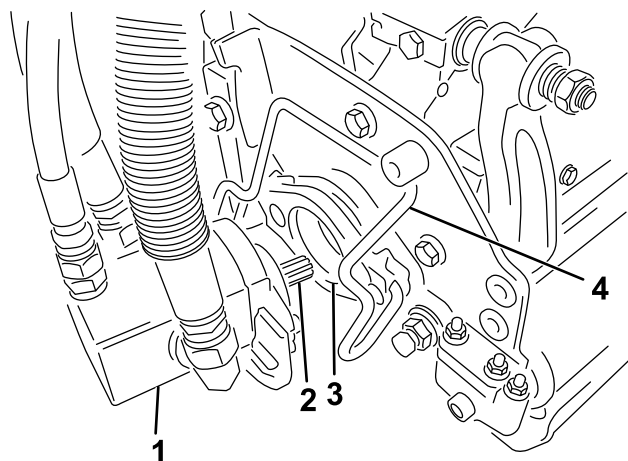

図 35
5. カッティングユニット用モータのスプラインシャフトにきれいなグリスを塗りつける（図 35）。
6. モータを、カッティングユニットの左側（運転席から見て）に取り付け、カッティングユニットについているモータ固定バーを、モータの上から被せるようにセットし、モータの左右から「カチッ」というロック音が聞こえるまで押し下げる（図 35）。